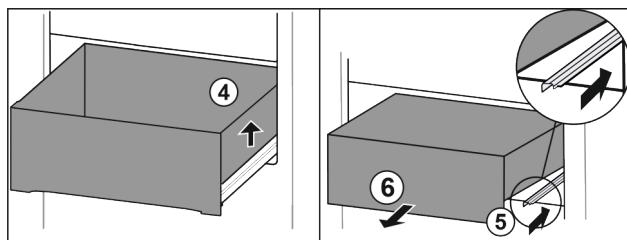

Fig. 89
- Nadvihnite zásuvku doprava. Fig. 89 (4)
- Zasuňte pravú koľajničku. Fig. 89 (5)
- Odoberte zásuvku dopredu. Fig. 89 (6)